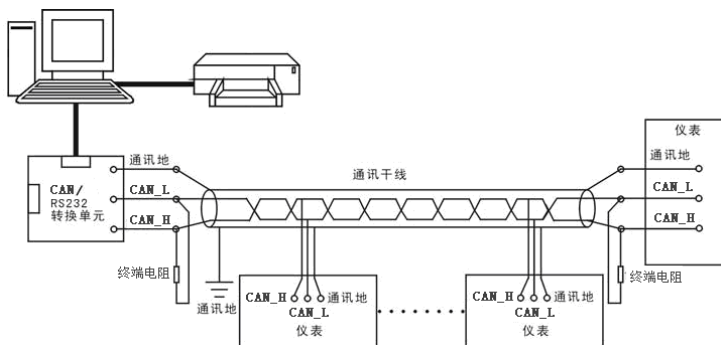

图 26 CAN 通讯接线方法
- ◆ 本无纸记录仪的 CAN 通讯线采用屏蔽双绞线，其一端通过 RS-232/CAN 转换模块接到计算机的串行通信口，另一端接到记录仪通讯端子，其连接方式如图 26 所示：